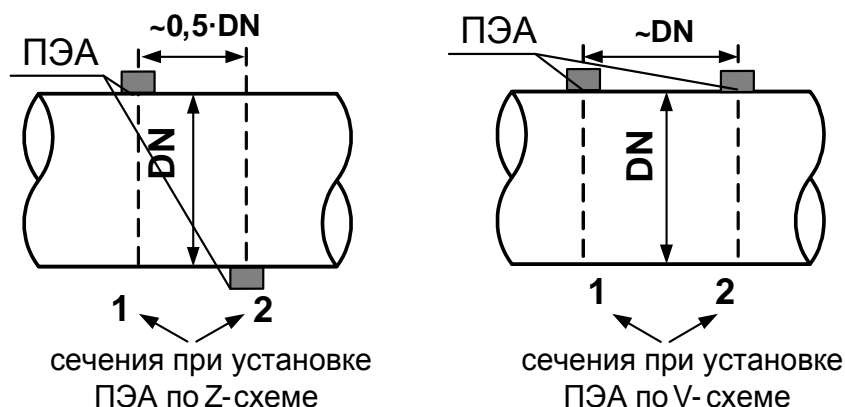

Рис.3. Положение сечений на трубопроводе.
Измерения выполняются в сечениях 1,2 трубопровода (см. рис.3) одним из двух способов: с помощью рулетки или с помощью скобы.
5.1.1. На измерительный участок трубопровода (ИУ) в районе сечений 1 и 2 (см. рис.3), где определялись параметры ИУ, зачищаются до чистого металла два участка поверхности трубопровода. Площадь зачищаемых площадок должна быть такой, чтобы ПЭА можно было перемещать по зачищенной поверхности на расстояние длины корпуса ПЭА в любую сторону.